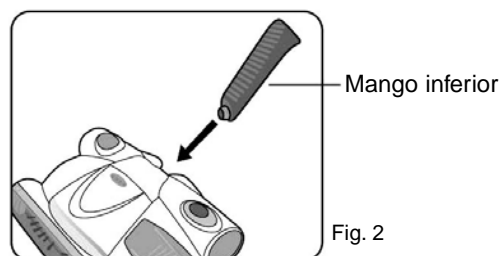

Fig. 2
2. Inserte el mango inferior, con el extremo más pequeño hacia el cabezal de la barredora. Presione hasta que entre firmemente en su lugar. (Fig. 2)